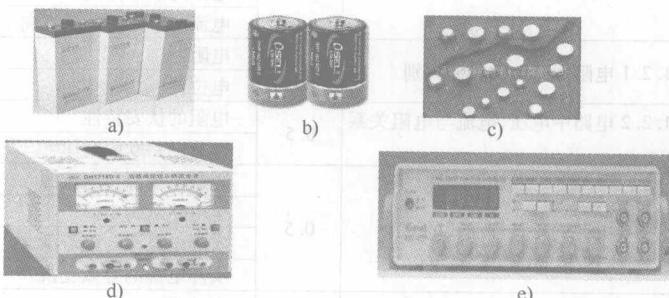

图 1-3 各种电源与信号源
- 1) 电源:产生电能和电信号的装置,如各种发电机、传感器、稳压电源、信号源等,如图1-3所示。